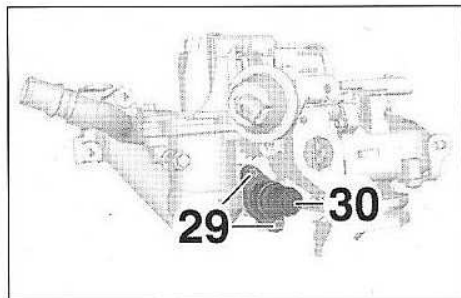

FIG.137
- Déposer les vis (29) et le raccord (30) (Fig.137).